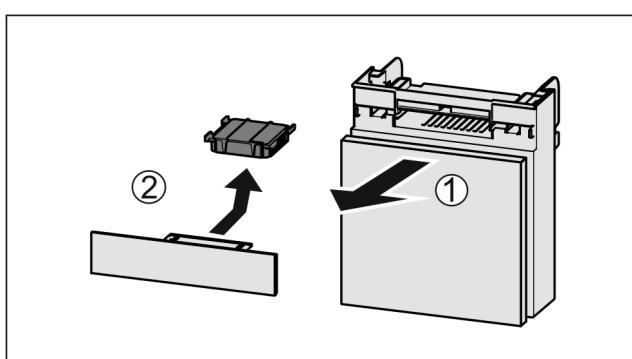

Fig. 42
- Издърпайте Fig. 42 (1) напред отделението.
► Извадете Fig. 42 (2) филтъра с активен въглен.